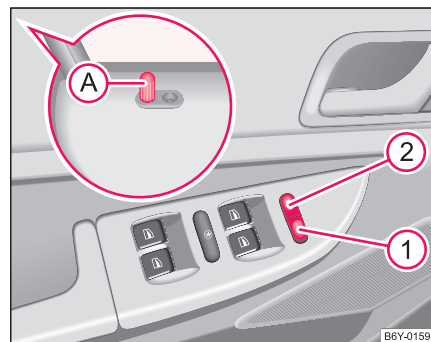

Fig. 23 Tastele pentru închiderea centralizată
În timpul încuierii sau descuierii, butonul de siguranță  din ușă se deplasează în jos sau în sus ⇒ Pagina 42, Fig. 23.
- Cu butoanele de siguranță ale ușilor din față (A) ⇒ Pagina 42, Fig. 23 (doar încuierea)
- Dacă mecanismul de siguranță safe a fost dezactivat, lampa de control de lângă butonul de siguranță (A) din ușa conducătorului auto nu mai clipește ⇒ Pagina 42, Fig. 23. Acest lucru nu este valabil pentru autovehiculele cu sistem de avertizare antifurt\*, deoarece lampa de control indică faptul că sistemul este activat.
- Apăsați tasta ① ⇒ Pagina 42, Fig. 23 sau apăsați butonul de siguranță (A) în jos.
- Apăsați tasta ② ⇒ Pagina 42, Fig. 23.
- În figura ⇒ Pagina 42, Fig. 23, este prezentată folosirea autovehiculelor echipate cu sistemul confort\* ⇒ Pagina 47. ■